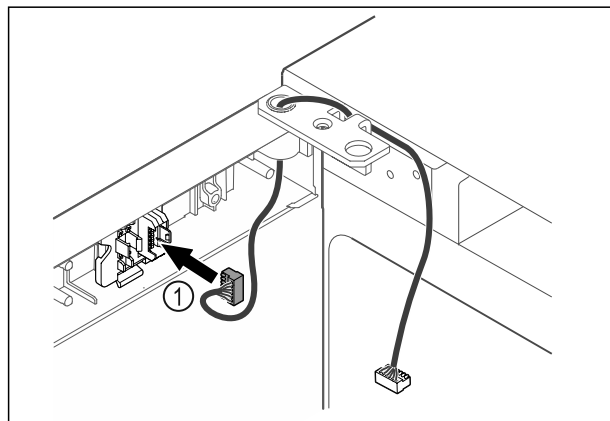

Fig. 43
- ▶ Вкарайте щекера Fig. 43 (1) в държача на щекера.